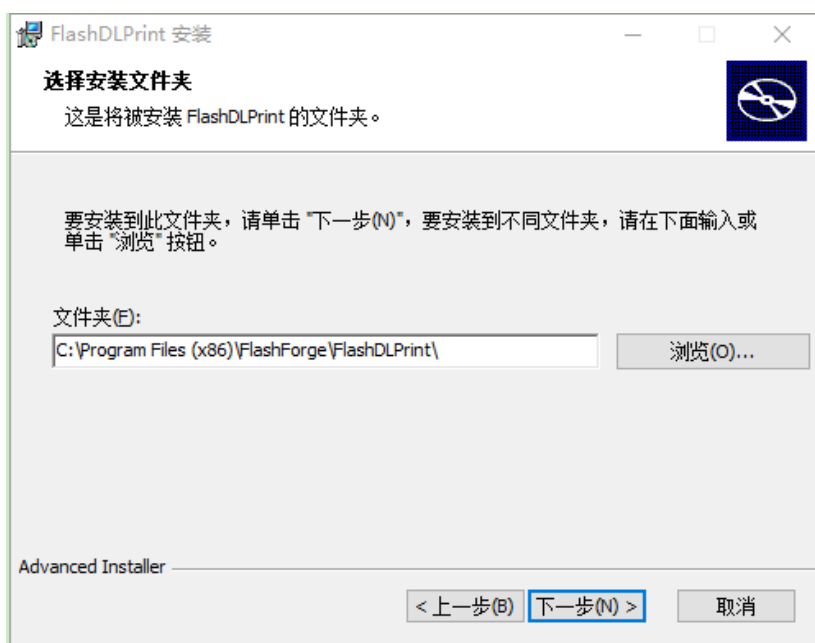

图 5-4
⑤（图 5-4）选择安装途径（建议默认途径），随后点击[下一步]